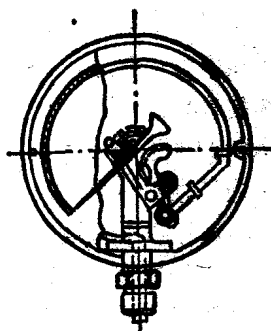

图 1-7 管弹簧压力计示意图
2. 管弹簧压力计（见图1-7） 这种压力计是弹簧式压力计的一种，也是水暖方面广为采用的一种，俗称压力表。表内有一根截面呈扁圆形的金属管（弹簧管），弹簧管一端固定在插座上，与外部接头相通；另一端密封，并与连杆、扇形齿轮等连接，可以自由移动。当弹簧管受测量的压力作用时，弹簧管即变形，带动指针旋转，可测量出压力的大小。这种压力计坚固，对振动不敏感，安装时不需保持严格的水平。但用它测量蒸汽时，在压力计前应加装虹吸管（U形或环形的均可），并应使虹吸管充满冷凝水而与蒸汽隔离后才可使用，以保证压力计的读数准确和不致损坏。